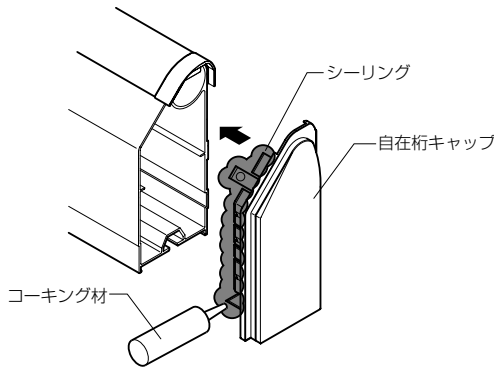

図9
- ②自在桁キャップのはめ合わせ部分にコーキング材を塗布してください。(図9)